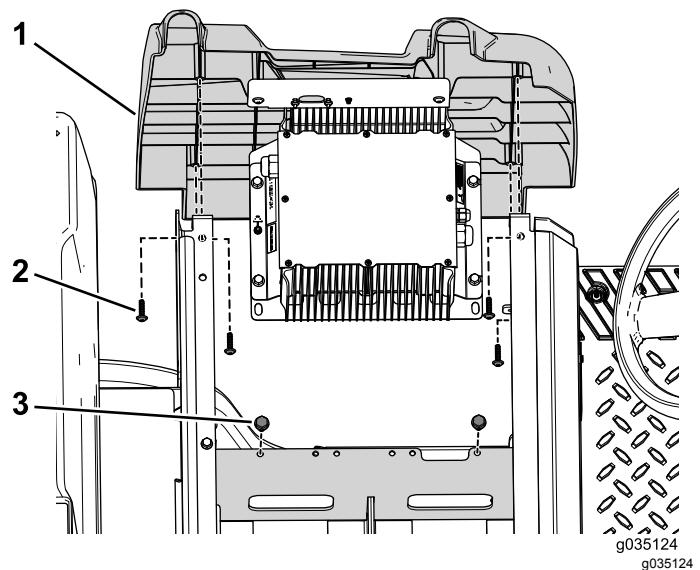

图10
2. 拧下将充电器支架固定到电池托盘上的 2 个螺栓图10。
3. 拧下将左侧面板固定到机器的 4 个自攻螺丝图10。
- 用之前卸下的 4 个自攻螺丝固定左侧面板 图10。
- 用之前卸下的 2 个螺栓将充电器支架固定至电池托盘 图10。